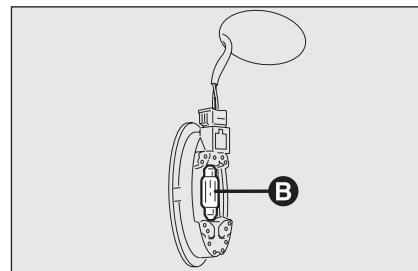

fig. 39
- sostituire la lampada **B-fig. 39** svincolandola dai contatti laterali accertandosi che la nuova lampada risulti correttamente bloccata tra i contatti stessi;